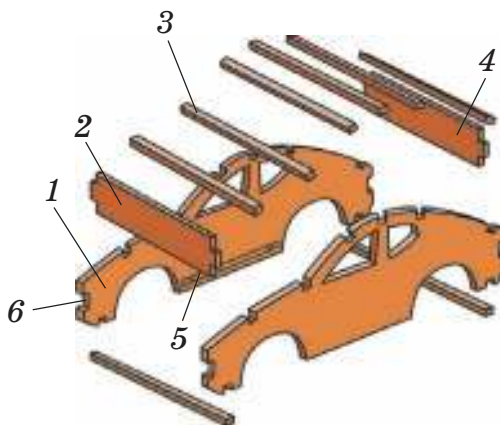
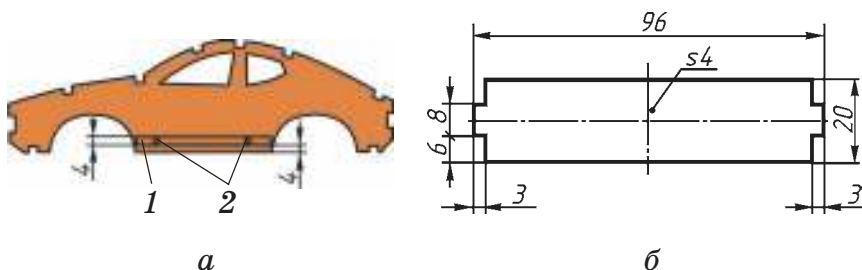

Рис. 53. Каркас кузова модели в разборе:
Рис. 54. Шаблон боковины кузова (а) и чертёж передней и задней частей кузова (б):
Кузов модели легкового автомобиля должен быть прочным, цельным и съёмным (см. рис. 51, б). Его можно изготавливать из бумаги, картона, древесины, жести. При изготовлении кузова из бумаги, картона и древесины *каркас* собирается из боковин, передней и задней частей, поперечных и продольных реек (рис. 53). Для этого на боковинах кузова предусмотрены специальные места — *пазы* для сборки и склеивания.
Боковины кузова изготавливаются по шаблону из фанеры толщиной 4 мм, шириной 55 мм, длиной 205 мм (рис. 54, а).
Поперечные рейки шириной 5 мм, толщиной 4 мм и длиной 96 мм делаются в количестве 8 шт. из древесины (см. рис. 53). Продольные рейки шириной и толщиной по 4 мм и длиной 73 мм изготавливаются из древесины — 2 шт. (см. рис. 54, а). Передняя и задняя части кузова изготавливаются из фанеры толщиной 4 мм (рис. 54, б).
2. Сделайте разметку боковины по шаблону, выпилите её (см. рис. 54, а).
3. Изготовьте поперечные и продольные рейки, передние и задние части кузова (см. рис. 54, б).
4. Сделайте предварительную сборку и подгоните детали каркаса в местах соединений (пазах) (см. рис. 53).